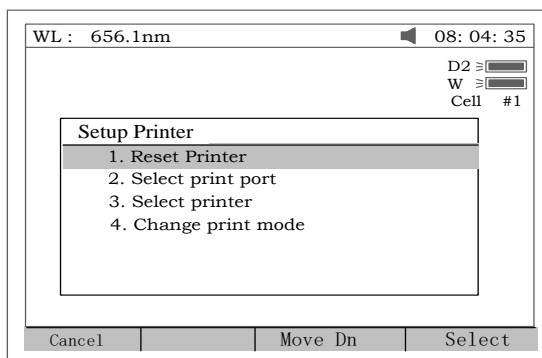
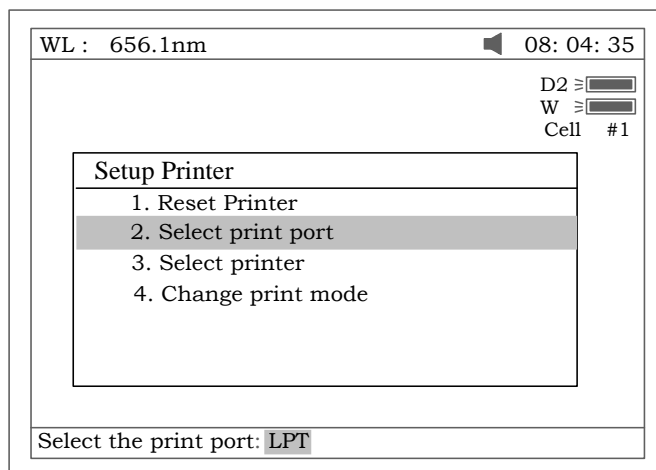
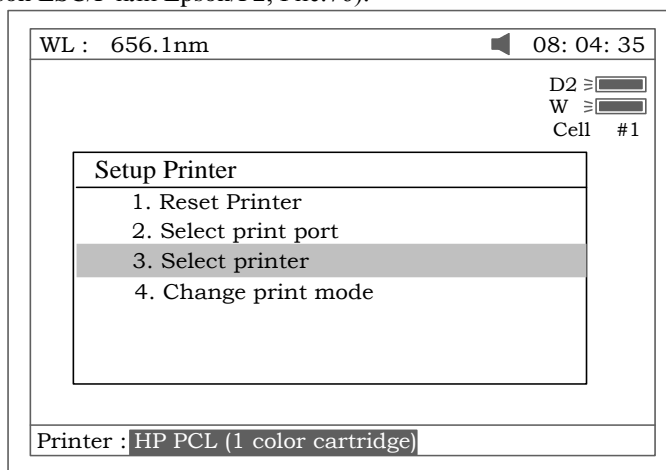
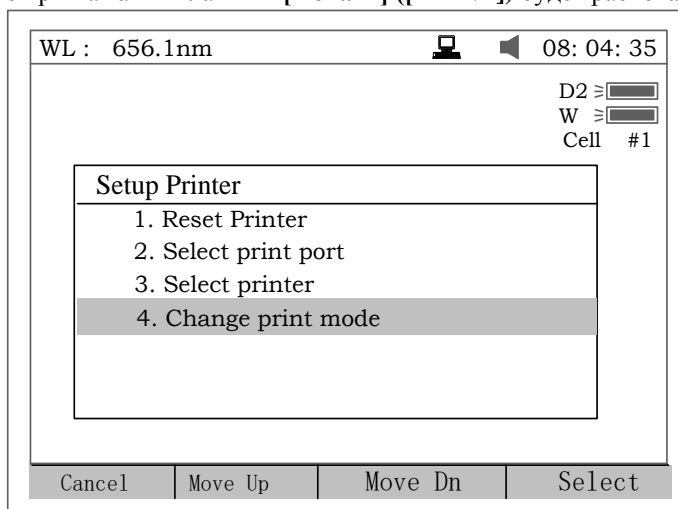

Рис. 74
Рис. 75
Рис. 76
Рис.77
Для установки принтера нажмите клавишу[2] (Рис. 74). Для отмены нажмите клавишу [Отмена] ([ESC]).
1. Для сброса установок принтера нажмите клавишу[1] в окне, показанном на Рис. 74.
2. Для выбора порта для принтера нажмите клавишу[2] в окне, показанном на Рис. 74 (LPT или Comm., Рис. 75).
3. Для выбора принтера нажмите клавишу [3] в окне, показанном на Рис. 74 (HP PCL (1 цветной картридж), PCL (ч/б режим), Epson ESC/P или Epson/P2, Рис.76).
4. Для смены режима печати нажмите клавишу [4] в окне, показанном на Рис. 74. При первом нажатии клавиши [4] маленький значок появится сверху на экране (Рис. 77). В этом окне при нажатии клавиши [Печать] ([PRINT]) все позиции на экране будут распечатаны. После второго нажатия клавиши [4] значок исчезнет. В этом окне при нажатии клавиши [Печать] ([PRINT]) будет распечатан отчет измерения.